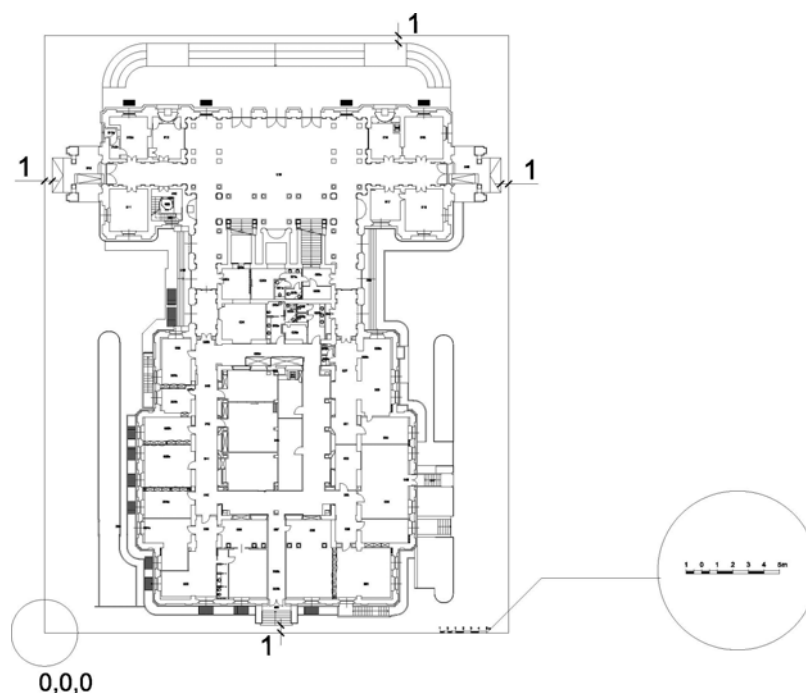

Fig. 3
- Il punto d'inserimento del disegno è identificato con l'angolo inferiore sinistro del riquadro di delimitazione, Art. 0.03, **Fig. 3**, e deve coincidere con le coordinate 0,0,0.
- La scala metrica sarà inserita nell'angolo in basso a destra del riquadro prima tracciato. A riguardo si rimanda alla figura "**Fig. 3**" sotto riportata.